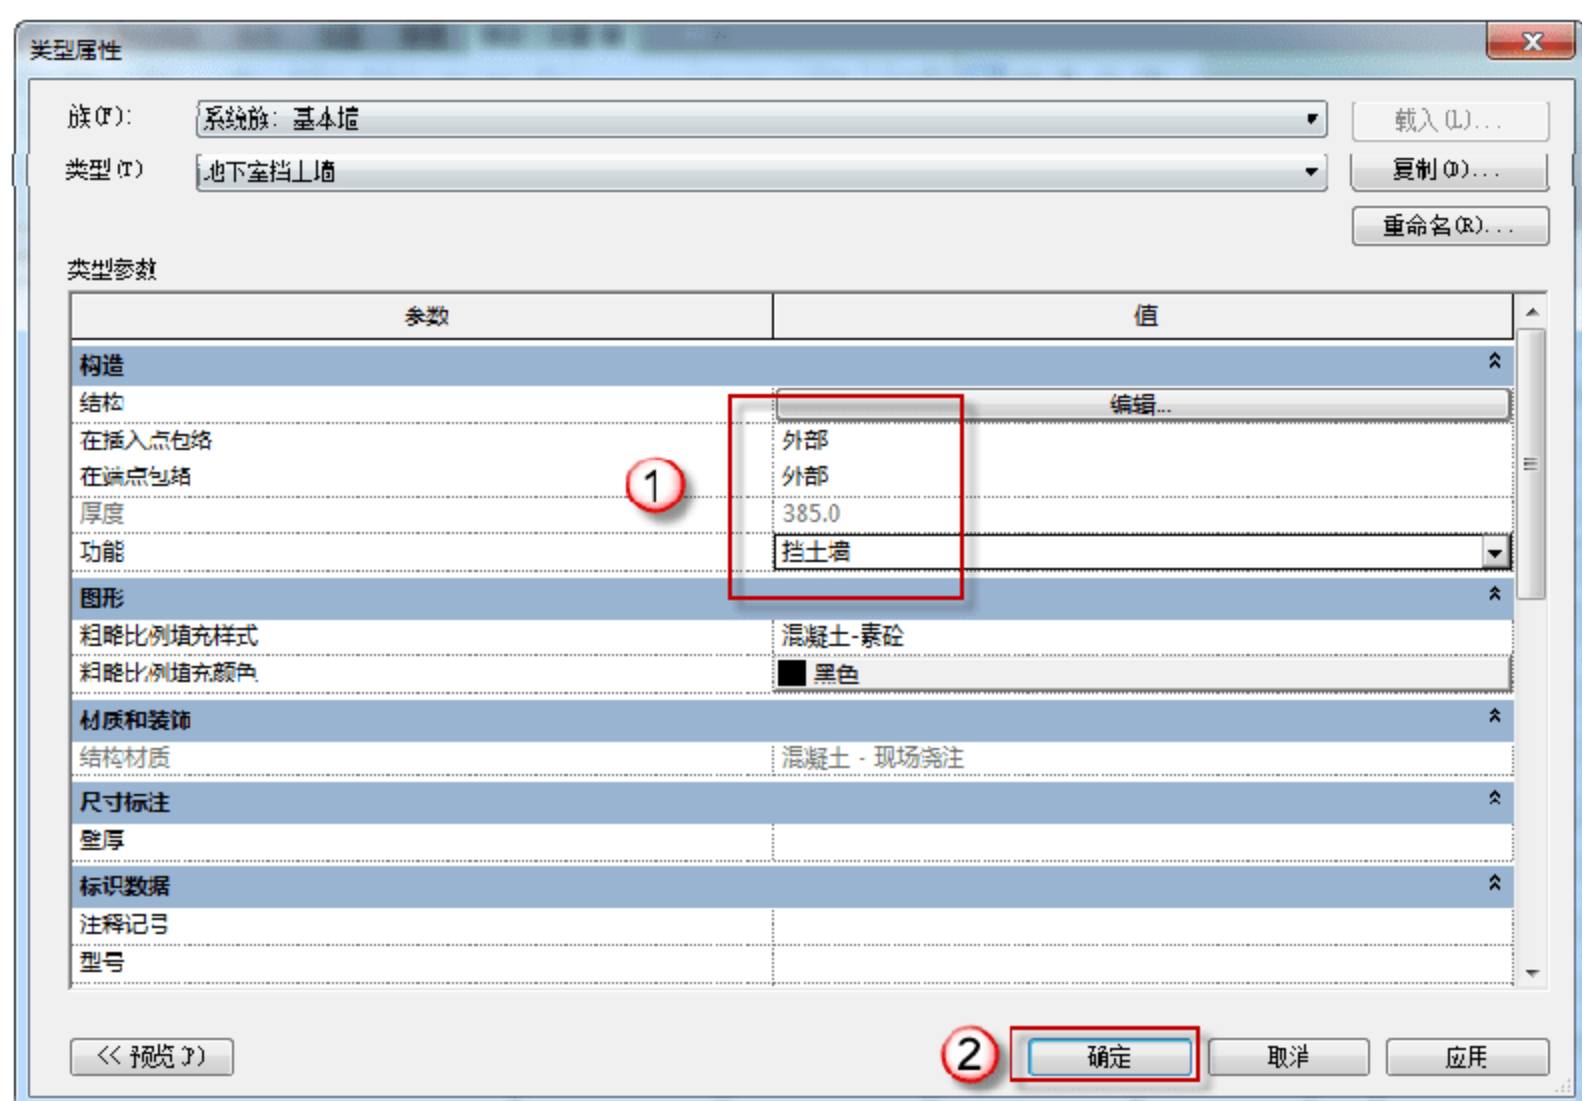

图 9.1.24 完成挡土墙的编辑
(11) 完成“地下室挡土墙”的编辑。在“类型属性”对话框中，单击“在插入点包络”后的参数“不包络”→“外部”，再单击“在端点包络”后的参数“无”→“外部”，单击功能参数后的“无”→“挡土墙”，然后单击“确定”按钮完成“地下室挡土墙”族类型的编辑，如图 9.1.24 所示。